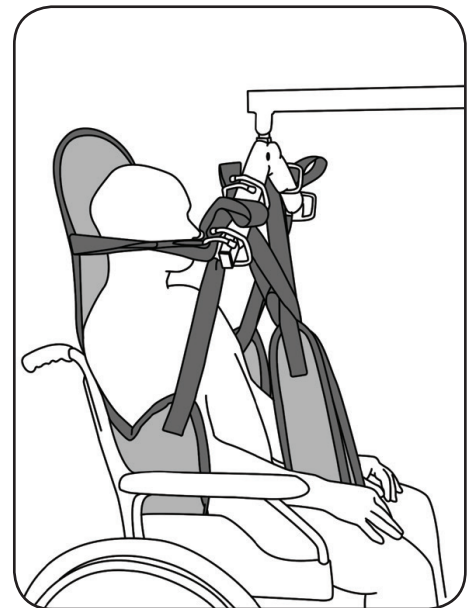

Abb. 8.3.03 – Liftergurt hinter dem Rücken des Patienten positioniert
10. Heben Sie den Patienten mit dem aks-Patientenlifter an (Abb. 8.3.03). Beobachten Sie dabei den Patienten und die Straffung des Liftergurtes. Korrigieren Sie gegebenenfalls den Sitz des Liftergurtes durch erneutes Ablassen des Patienten und Verschieben der ungünstig sitzenden Teile des Liftergurtes. Beobachten Sie während des gesamten Hebevorganges ständig den Patienten und den Sitz des Liftergurtes. Heben Sie den Patienten nur so hoch wie nötig.